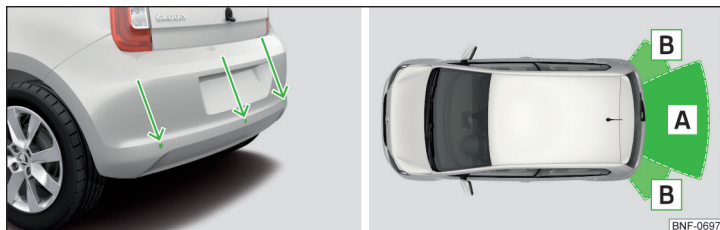

Fig. 125 Locul de amplasare al senzorilor / raza de acțiune a senzorilor
- Mențineți senzorii sistemului » **fig. 125 la pagina 109** curați, fără zăpadă sau gheață și nu îi acoperiți cu niciun fel de obiecte, pentru a nu limita funcționarea sistemului.
Sistemul calculează cu ajutorul undelor de ultrasunete distanța dintre bara de protecție și un obstacol. Senzorii de ultrasunete se găsesc în bara de protecție spate » fig. 125.
Raza de acțiune aproximativă a senzorilor » fig. 125